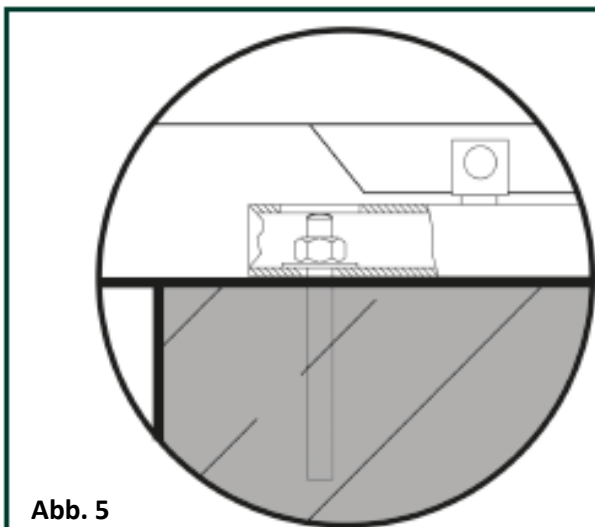

Abb. 5
- Befestigen Sie die Schiene auf dem Fundament Abb. 5;